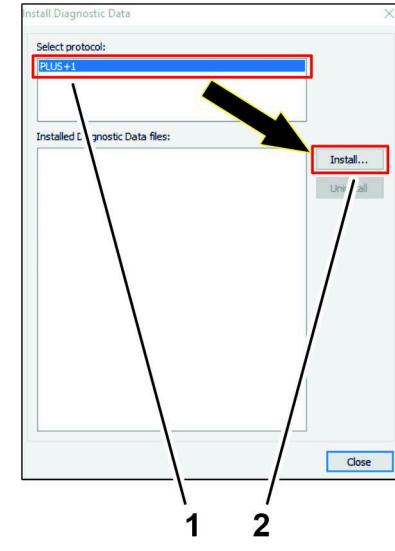

Bild 42
3. Klicken Sie im Dialogfeld „Install Diagnostic Data“ [Diagnosedaten installieren] auf das Protokollsymbol PLUS+1 und drücken Sie auf das Symbol INSTALLIEREN (Bild 42).